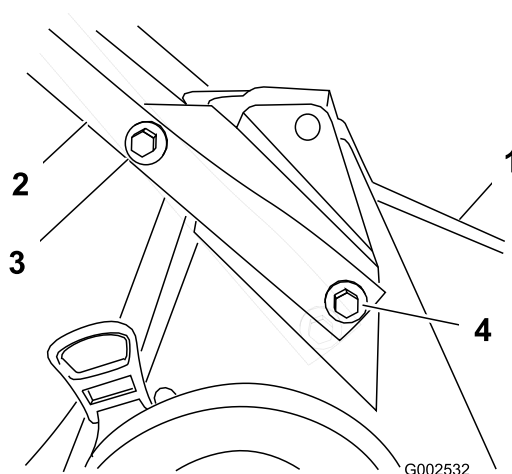

Figure 3
1. Montez le guidon sur le carter de tondeuse à l'aide de 2 boulons (5/16 x 7/8 po), 2 boulons (5/16 x 1-1/2 pouces), 4 rondelles et 4 contre-écrous (Figure 3).